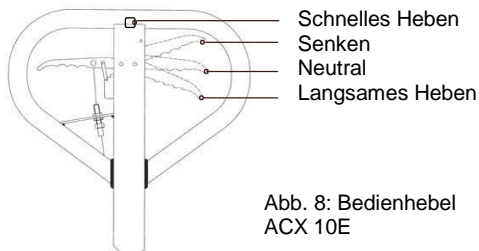

Abb. 8: Bedienhebel
Bei Bedarf den Bedienhebel wie im Folgenden beschrieben einstellen (Abb. 8):
- Wenn der Bediengriff sich in der Stellung „Senken“ befindet und die Gabelzinken sich nicht nach unten bewegen, die Einstellmutter im Uhrzeigersinn drehen, bis die der Griffstellung entsprechende Wirkung eintritt. Anschließend die Stellung „Neutral“ gemäß Abb. 8 überprüfen und sicherstellen, dass die Position der Einstellmutter korrekt ist.